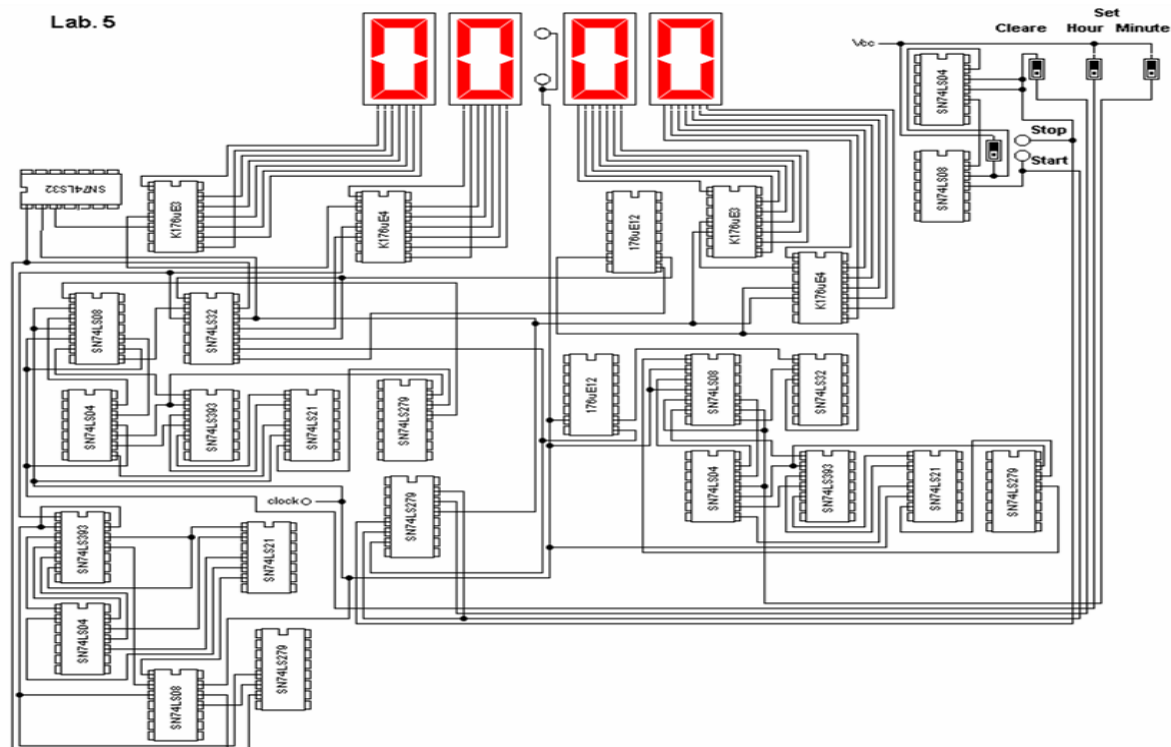

Рис. 16. Печатная плата схемы электронных часов.
1. По печатной плате создать принципиальную электрическую схему заданного устройства (рисунок 16).